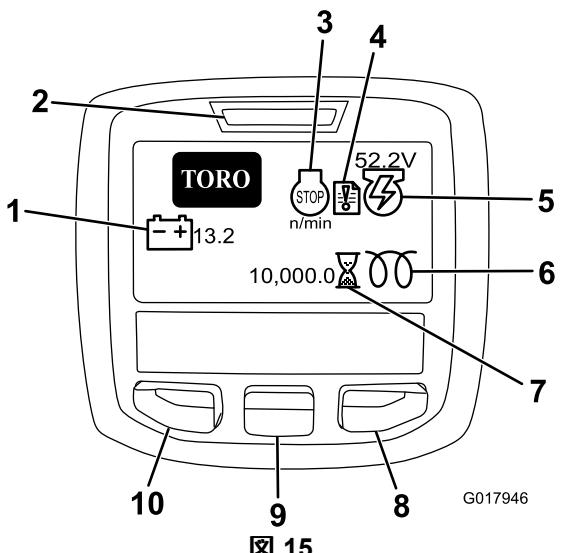
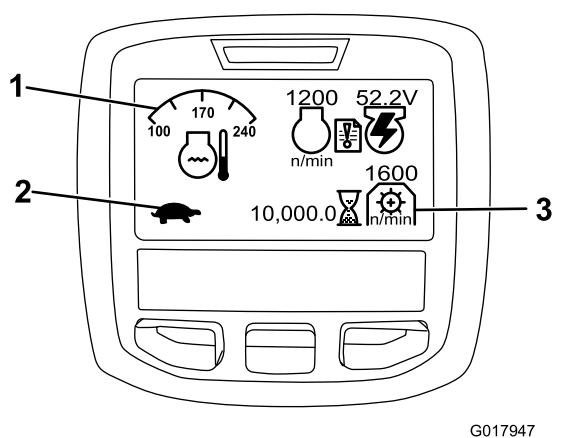

図 15
図 16
インフォセンターLCDディスプレイは、マシンおよびバッテリーパックの状態現在の充電状態、速度、故障診断などの情報を表示します。図15と図16は、インフォセンターの初期画面およびメイン画面を示しています。インフォセンターのどのボタンでも、押せば初期画面とメイン画面とをいつでも切り替えることができ、また、矢印ボタンで選択することによって、希望する項目の内容を確認することができます。
3. リールの刃数5, 8, 11, 14合ったグラフ図16から、希望する刈高に合ったリール回転速度を探し出す。